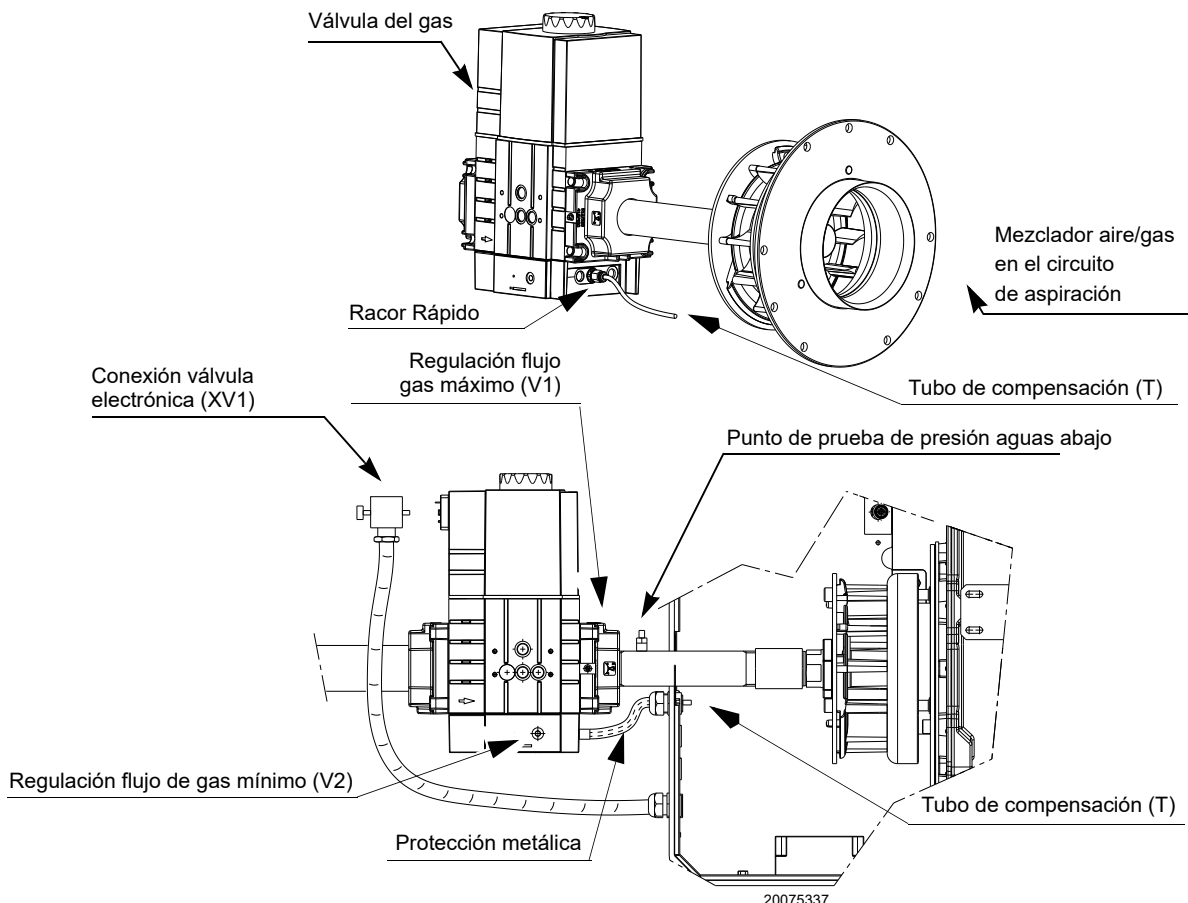

Fig. 17
- purgar el aire por la tubería del gas mediante el tornillo en el conector hembra (Fig. 17 en la pág. 23);